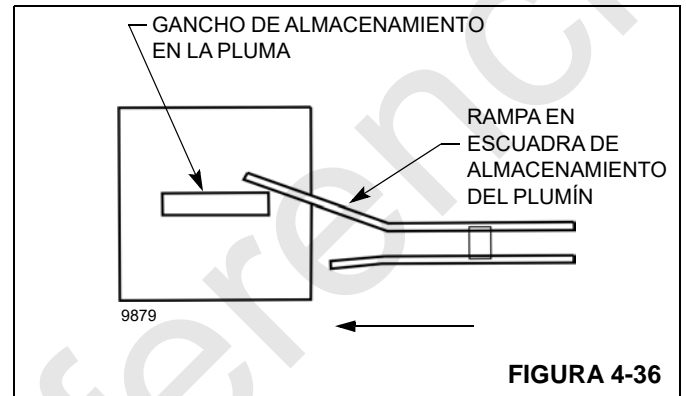

FIGURA 4-36
3. Con el plumín fijado con pasador a la cabeza de la polea, gire el plumín paralelo a la pluma usando un cable guía. Observe la alineación del conjunto de montaje del plumín trasero y de la escuadra de almacenamiento del plumín (Figura 4-36). Si es necesario, ajuste la posición vertical de la escuadra de montaje del plumín trasero en la sección de base de la pluma como se indica a continuación:
de almacenamiento en el plumín para permitir que la rampa de la escuadra de almacenamiento del plumín se enganche cuando se monte el plumín (Figura 4-36).